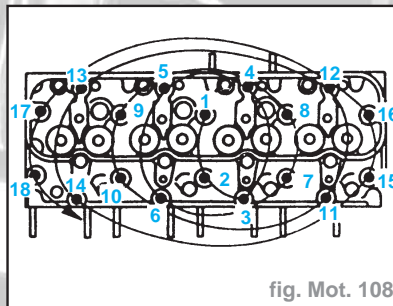

fig. Mot. 108
- Serrer les vis de culasse dans l'ordre indiqué, en trois étapes (fig. Mot. 108) :